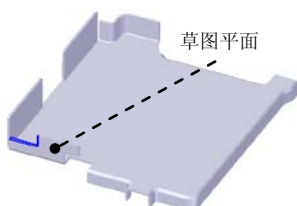

图 8.4.37 除料特征 2
(3) 定义倒角属性。在“倒角”命令条中单击按钮，在 **折线:** 文本框中输入值 1.0，单击鼠标右键（两次）。
(4) 单击  按钮，完成特征的创建。
Step14. 创建图 8.4.37 所示的除料特征 2。
(1) 选择命令。在“主页”功能选项卡“钣金”工具栏中单击  按钮，选择  除料命令。
(2) 定义特征的截面草图。
① 选取草图平面。在系统  的提示下，选取图 8.4.37 所示的面为草图平面。